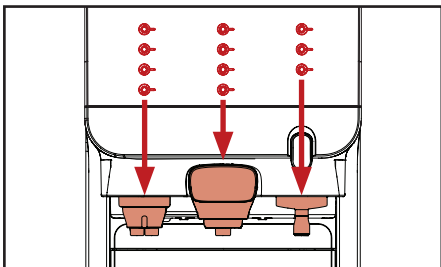

Abb. 4.4 – Die Tasten entsprechen den Ausgaben
1. Stellen Sie Ihre Tasse direkt unter die Ausgabe unterhalb Ihrer Auswahl (Abb. 4.4).